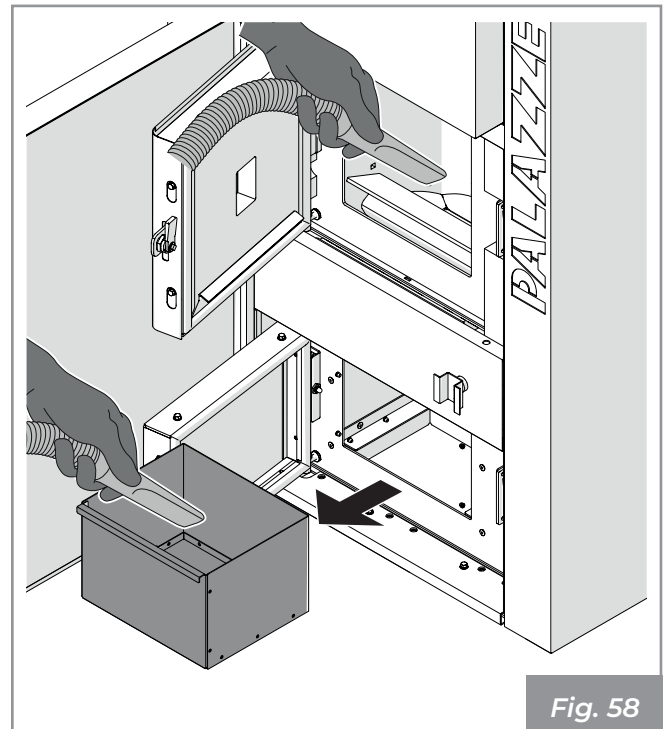

Fig. 58
- Retirar la ceniza que se deposita dentro del brasero (Fig. 58).
- Retirar el cajón de las cenizas y vaciarlo, teniendo cuidado de limpiar el compartimento que lo contiene de cualquier residuos (Fig. 58).